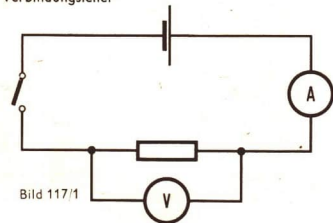

Bild 117/1
2. Baue die Versuchsanordnung nach Bild 117/1 auf! Beachte, daß die Spannungsquelle zuletzt angeschlossen wird!